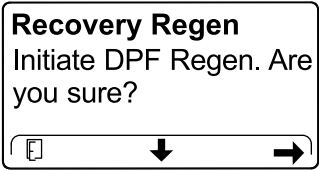

Figura 59
- En la pantalla INITIATE DPF REGEN (Iniciar regeneración de DPF), pulse el botón derecho para continuar (Figura 59).